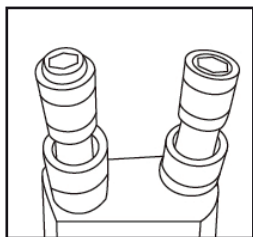

Рисунок 4
- Надавите рукой на патрон (рис. 4);